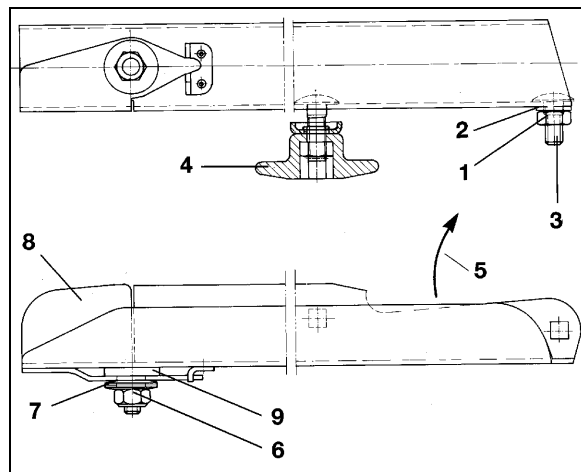

Fig. 71
1. Lossa den självlåsande muttern (Fig. 71/1).
2. Demontera brickan (Fig. 71/2) och skruven (Fig. 71/3).
3. Lossa vingmuttern (Fig. 71/4) och byt spridarvinge.
5. Den självlåsande muttern (Fig. 71/1) ska vara så åtdragen att spridarvingen går att vrida för hand.
Se till att spridarvingen blir korrekt monterad. Den öppna sidan av den u-formade spridarvingen ska peka mot rotationsriktningen (Fig. 71/5).
1. Lossa den självlåsande muttern (Fig. 71/6). Demontera muttern och tallriksbrickorna (Fig. 71/7).
2. Byt övergödslingsvinge (Fig. 71/8).
4. Dra åt den självlåsande mässingmuttern (Fig. 71/6) med 6 – 7 Nm, så att övergödslingsvingen precis går att vrida för hand, den får inte av sig själv kunna röra sig under arbete.
Beakta plastbrickan (Fig. 71/9) mellan spridartallriken och övergödslingsvingen.